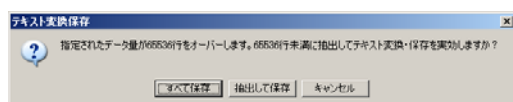
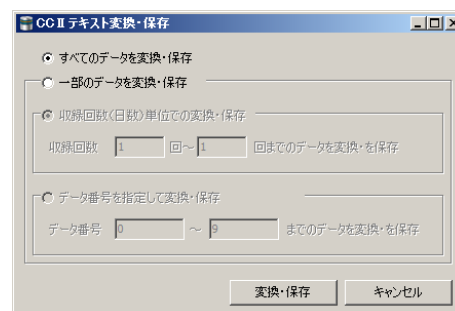

図 50. テキスト変換・保存の確認メッセージ2
図 51. テキストファイル変換画面
- ①25～26 ページに記した方法で、計測データの波形を表示します。
- ②ツールバーの『テキストファイル変換』ボタンをクリックすると図 51 のような画面が表示されます。
- ③『収録回数単位での変換・保存』をチェックして、テキスト変換する収録回数を指定し、『変換』ボタンをクリックしてください。
- ④テキスト変換後の行数が 65536 行以上になる場合、前述のマウスによる操作と同様に、図 50 のようなメッセージが表示されます。この操作とテキスト変換の方法もマウスによる操作と同じですのでこれを参照してください。
- ⑤その後、Windows の保存ダイアログが表示されます。ここで保存先フォルダと保存ファイル名を指定して保存を実行してください。
- ①前述の方法で、テキストファイル変換画面(図 51)を開き、『データ番号を指定して変換・保存』をチェックして、テキスト変換するデータ番号を指定し、『変換』ボタンをクリックしてください。
- ②テキスト変換後の行数が 65536 行以上になる場合、前述のマウスによる操作と同様に、図 50 のようなメッセージが表示されます。この操作とテキスト変換の方法もマウスによる操作と同じですのでこれを参照してください。
- ③その後、Windows の保存ダイアログが表示されます。ここで保存先フォルダと保存ファイル名を指定して保存を実行してください。